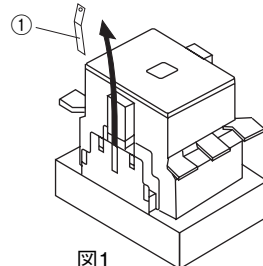

図1
- (1) 電磁接触器の側面に取付けられている透明カバー①をピンセットで取外してください。（図1）